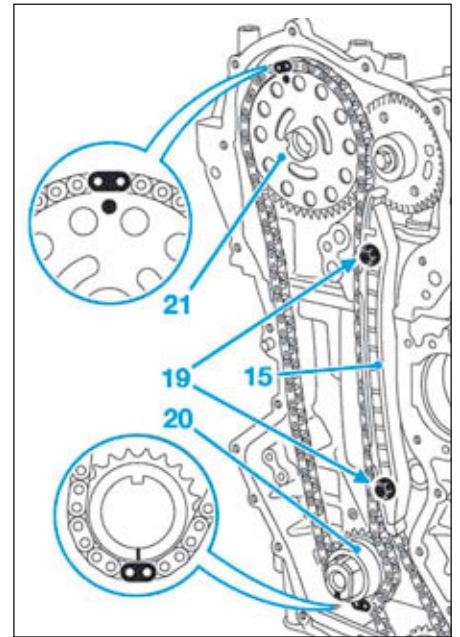

FIG.96
- Serrer les vis du guide de chaîne de distribution (19) (Fig.96) à 0,5 daN.m puis à 2,5 daN.m.
- Placer le pignon de distribution neuf (20) sur le vilebrequin.
- Positionner la chaîne de distribution neuve sur le pignon (20) en alignant le repère du pignon avec le maillon cuivré de la chaîne.
- Positionner le pignon de distribution neuf (21) sur la chaîne en alignant le repère du pignon avec le maillon cuivré de la chaîne.
- Reposer le pignon de distribution (21) sur l'arbre à cames d'échappement.
- Placer la rondelle neuve du pignon de distribution (21).